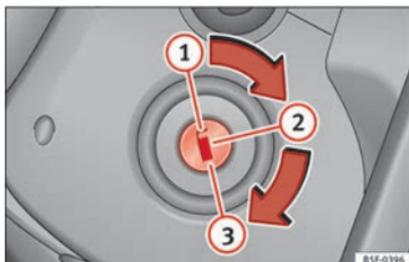

Fig. 141 Posiciones de la llave de contacto.
»» fig. 141.
- Extraiga la llave de encendido en la posición ① »» fig. 141 »» ⚠.